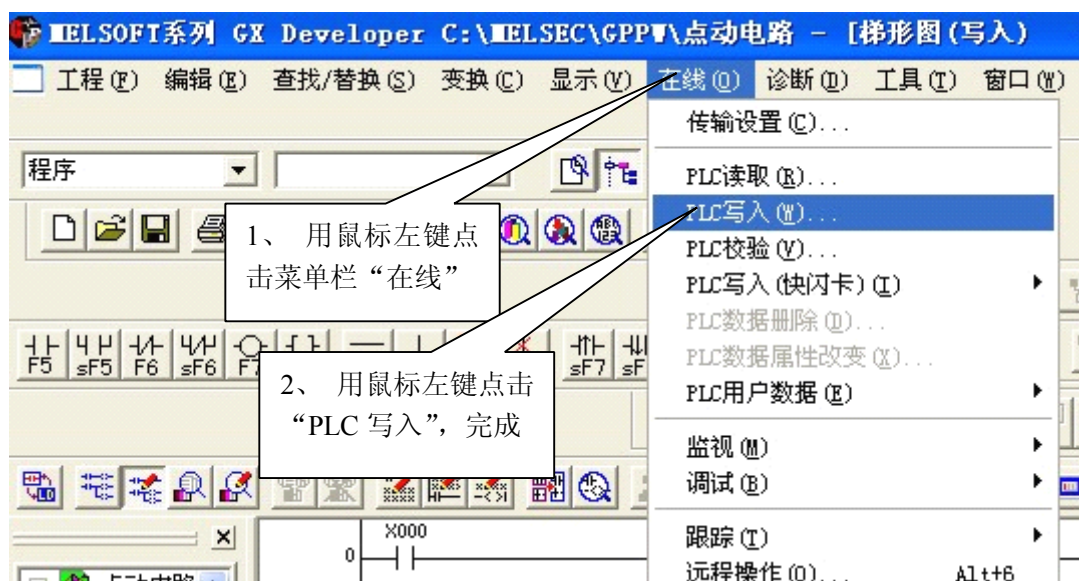

图 4-26 将计算机已编译程序写入 PLC
将已打开工程文件或已编译好的工程文件如图用鼠标左键点击“在线”弹出图 4-26 子菜单再用鼠标左键点击“PLC 写入 (W) ..”进入下图 4-27